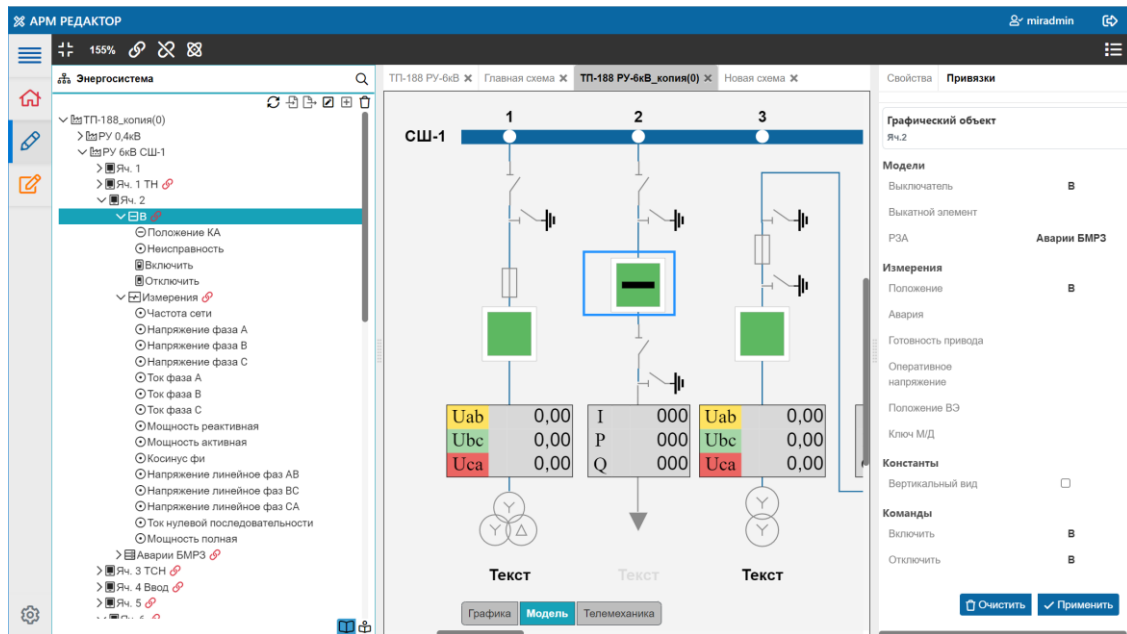

Рисунок 69
- в дереве энергосистемы (рисунок 69) привязанный объект будет выделен символом (признак наличия привязки у данного объекта);